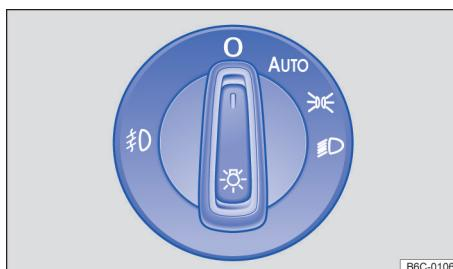

Fig. 71 Ao lado do volante: interruptor de luzes (uma variante).
- **Ligar o farol de neblina** : Puxe o interruptor das luzes para fora e girar para a esquerda → Fig. 71. A luz de controle  se acende no interruptor na cor verde.